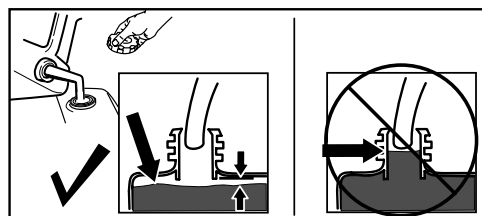

Рисунок 13
Заполняйте топливный бак, как показано на рис. Рисунок 13; не заполняйте выше нижнего уровня заливной горловины бака.
- Удалите посторонние предметы с разгружающего спуска; см. раздел Чистка засоренного разгружающего спуска \(страница 17\). Никогда не очищайте руками разгружающий спуск (Рисунок 13), а в случае попадания в него посторонних предметов используйте специальное приспособление для очистки от снега.